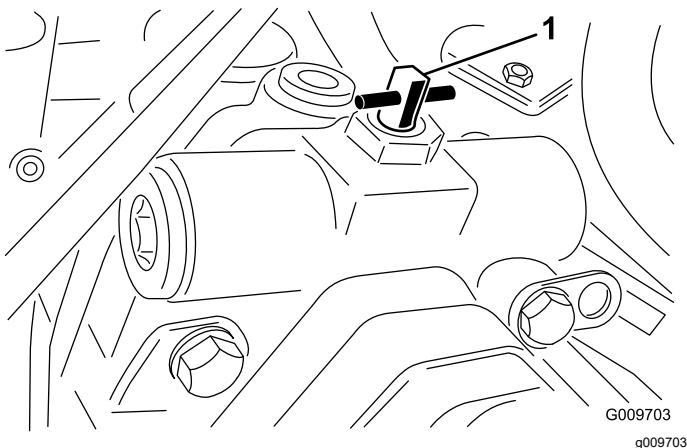

Figure 44
3. Tournez la vanne de dérivation à 90° (un quart de tour) dans un sens ou dans l'autre pour l'ouvrir et faire dériver le liquide à l'intérieur (Figure 44).
2. Tournez la vanne de dérivation à 90° (un quart de tour) dans un sens ou dans l'autre pour l'ouvrir et faire dériver le liquide à l'intérieur (Figure 44).